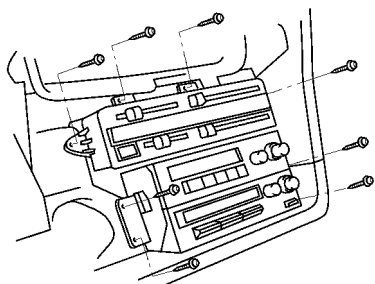

图 17-116 拆下收音机和加热器控制器
(11) 拆下收音机和加热器控制器。拆下 4 个螺栓和收音机，脱开接插件和天线电缆。然后再拆下 4 个螺钉和加热器控制器，脱开接插件，如图 17-116 所示。